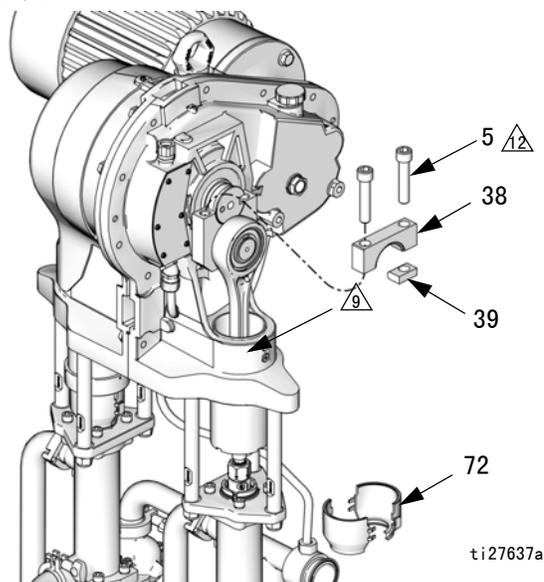

图 17. 卸下曲柄臂盖
9. 参见图 17。使用一把 1/2 英寸六角螺丝刀，拧下两个有头螺钉（5）。卸下曲柄臂盖（38）和键（39）。若有必要，可使用塑料锤敲松这些零配件。
17. 参见图 17。给有头螺钉（5）的螺纹涂上防卡润滑剂（LPS®-04110 或类似材料）。如图所示对好位置，安装键（39）、曲柄臂盖（38）和有头螺钉（5）。如果间隙侧螺钉仍松动，请用 210-230 英尺磅（283-310 牛·米）的扭力拧紧间隙侧螺钉。然后用 210-230 英尺磅（283-310 牛·米）的扭力拧紧间隙侧螺钉。每次多拧紧 2-3 次，或直到用 210-230 英尺磅（283-310 牛·米）的扭力拧紧时他们停止转动。